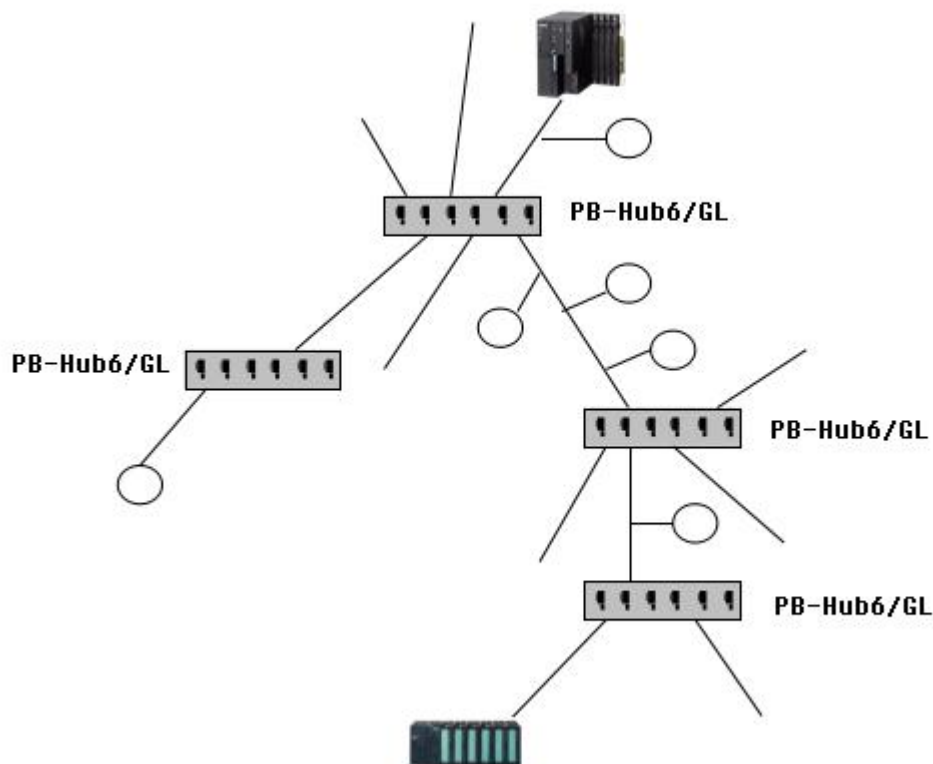

图 1-5 当 DP 波特率 $\leq 187.5K$ 时,PB-Hub6/GL 的可级连数目是 3 级
(7) **级连：** 任意一个接口段可再通过 PB-Hubx/GL（PB-Hub3/GL 或 PB-Hub6/GL 或其他 PROFIBUS REPEATER）实现级连； PB-Hubx/GL 的可级连数目与波特率有关。当波特率 $\leq 187.5K$ 时,可级连数目是 3 级，见图 1-5；当波特率 $> 187.5K$ 时 PB-Hub6/GL 的可级连数目最多达到 5 级。